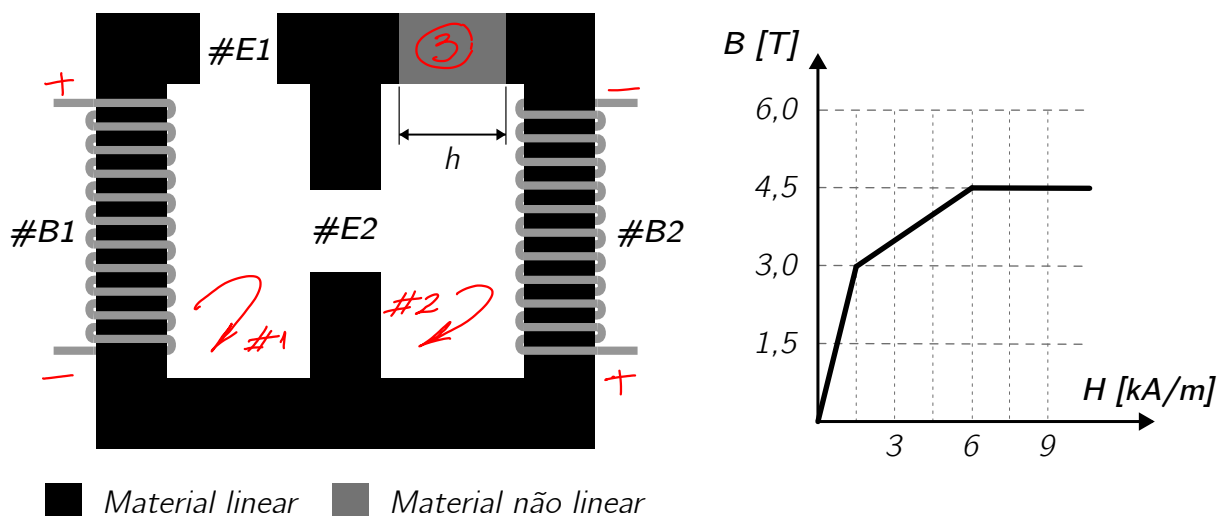

Figura 1: Ilustração para a Questão 1.
① A Figura 1 apresenta o esboço de um dispositivo com as seguintes características:
- A curva B - H do material não linear também é apresentada na Figura 1.